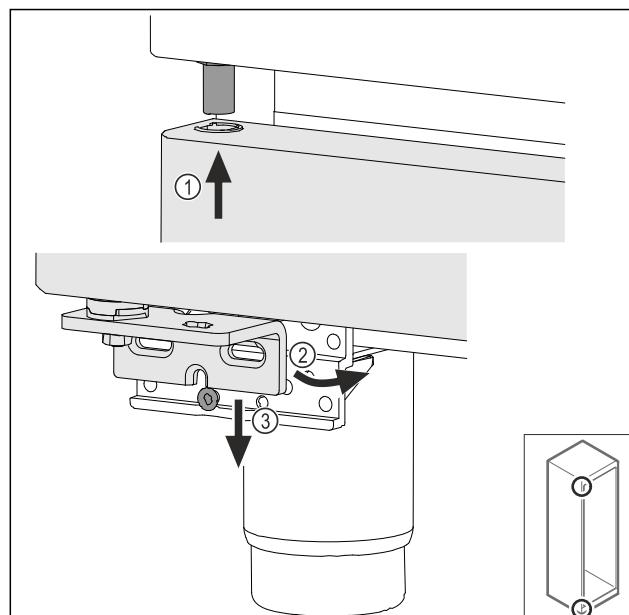

Fig. 47
- Rahlo nagnjena vrata vstavite zgoraj Fig. 47 (1), poravnajte vrata Fig. 47 (2) in jih spodaj postavite na vijak ležajnega podstavka Fig. 47 (3).